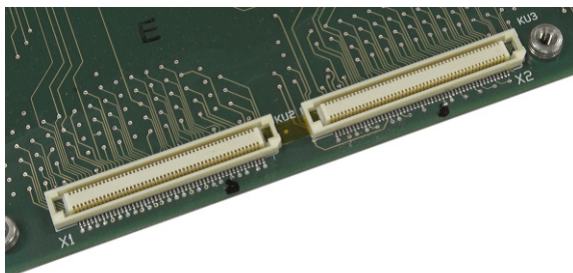
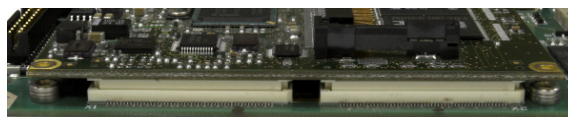

Figure 3-53 : Gros plan des connecteurs ETX sur la carte principale
Figure 3-54 : Carte ETX reposant sur ses connecteurs
1. Prenez note de l'orientation de la carte ETX sur la Figure 3-53. Les connecteurs ETX sont disposés de telle sorte qu'ils ne peuvent pas être installés dans le sens inverse.
2. Placez la carte ETX sur ses connecteurs. La Figure 3-53 illustre deux des connecteurs et la Figure 3-54 illustre une vue latérale de la carte posée sur ses connecteurs.